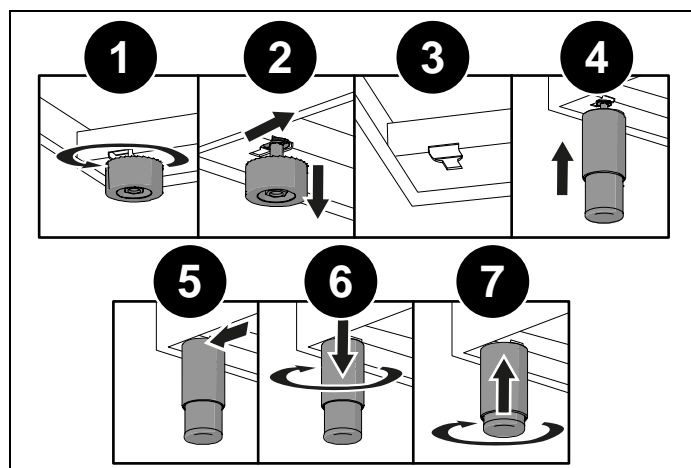

Fig. 81
- démonter les supports (1 et 2, Fig. 81 ),
- encliqueter les pieds dans le dispositif en forme de clé situé sous l'appareil (3 et 4, Fig. 81 ),
- visser fermement les pieds à la base (5 et 6, Fig. 81 ),
Ajuster la hauteur des pieds à la bonne hauteur(7, Fig. 81 ).
En abaissant l'appareil, éviter de maintenir la tension sur les pieds (Fig. 81 ). On suggère d'utiliser une épaisseur sur la base ou une palette pour éviter d'incliner la cuisinière.